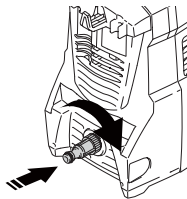

Fig. 3
2. Vissez le connecteur du tuyau d'arrivée d'eau (7) sur l'arrivée d'eau (Fig. 3).